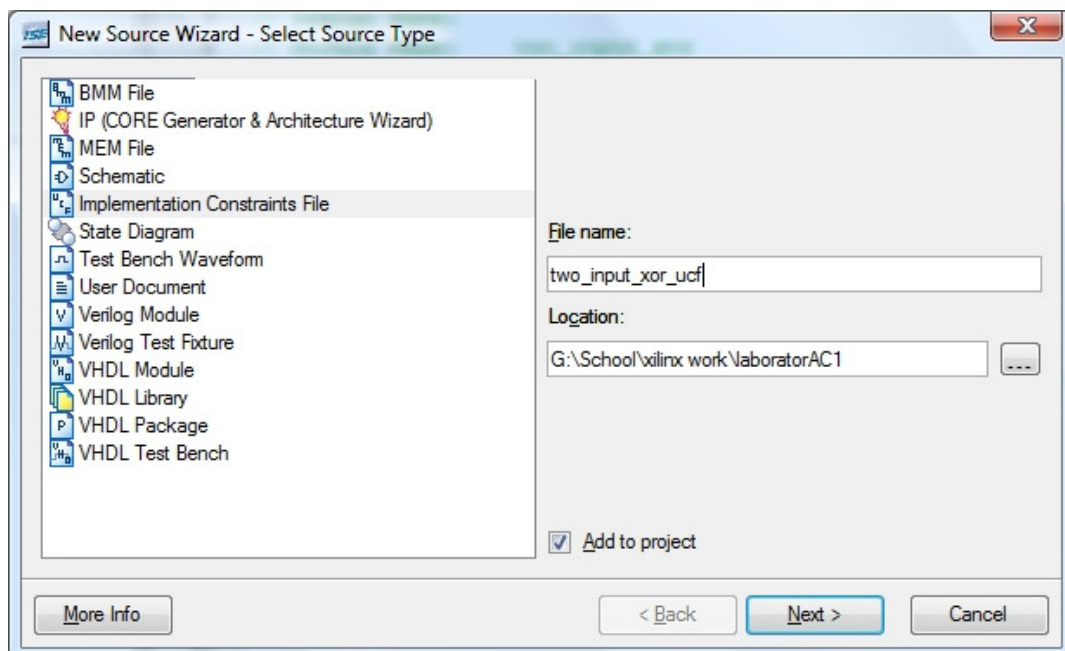

Figura 6.2
- La crearea fisierului se va selecta ca tip „Implementation Constraints File” si se va denumi „two\_input\_xor\_ucf” ca in figura 6.2.